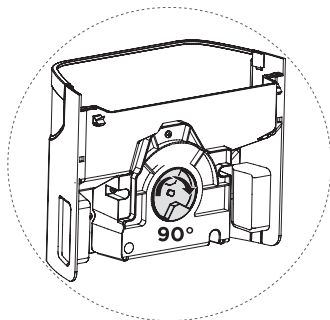

Figura 2
2. Limpie el recipiente del hielo según sea necesario. Para volver a instalarlo, siga los mismos pasos que para sacarlo pero al contrario. Tire del recipiente del hielo hacia abajo con fuerza hasta que quede bien instalado en su sitio. Si es difícil instalarlo, gire el plato giratorio de la caja de almacenamiento de hielo 90° como en la figura 2 y, a continuación, instale el depósito de hielo.